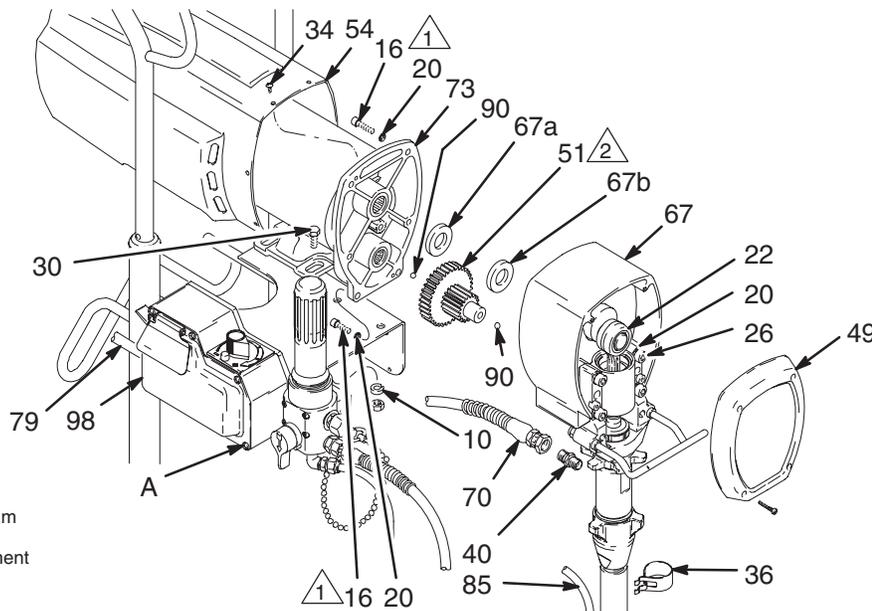

Fig. 10
3. Fig. 10. Enlever le capotage moteur (54).